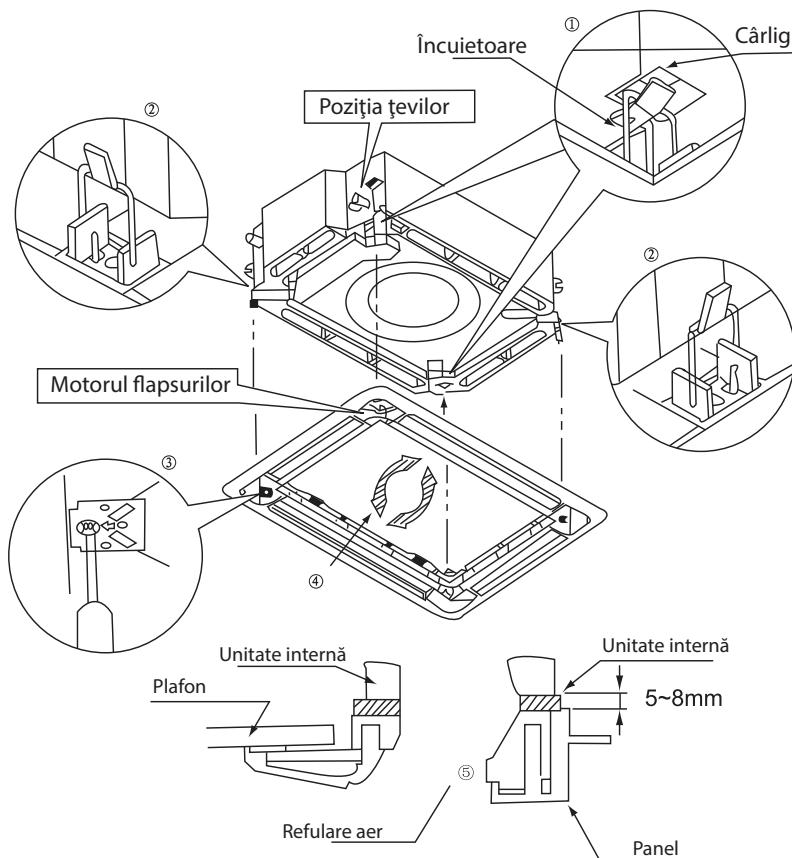

Fig.38
- (1). Puneti panoul pe unitate si prindeți cărligele de lângă motor și din partea opusă.
- (2). Prindeți celelalte două cărlige.
- (3). Strângeți cele patru șuruburi hexagonale de sub cărlige cam 15mm.
- (4). Ajustați panoul pe direcția indicată de săgeată așa cum se prezintă în Fig. 38.